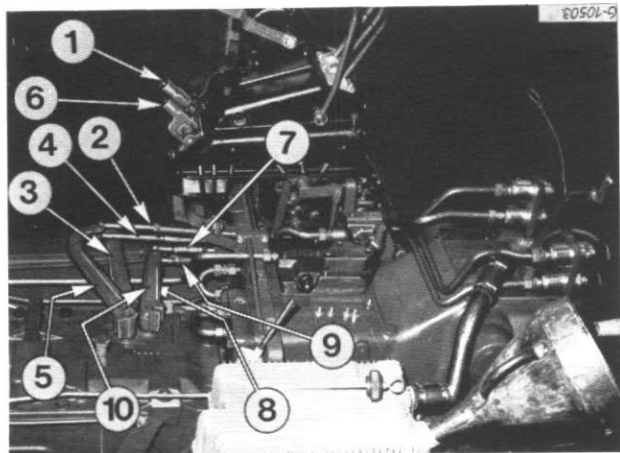

Fig. 39 - (Versions B et C seulement)
1. Les Fig. 39 et 40 représentent les commandes de vitesse et de gamme. La méthode de réglage est indiquée dans les dessins d'ensemble respectifs.